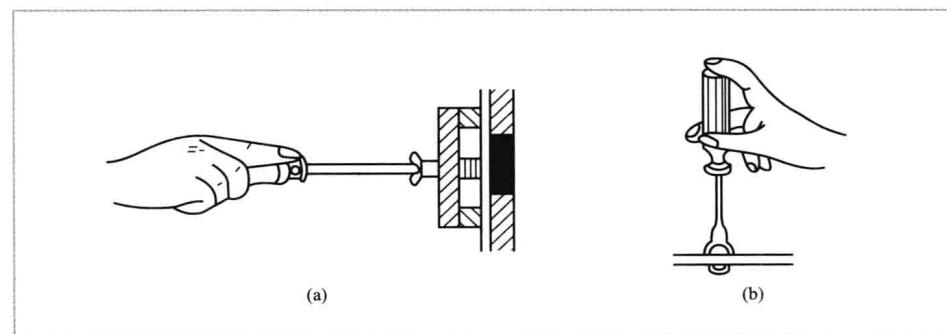

图 1-3 螺丝刀的使用
- (1) 在旋转大螺钉时使用大螺丝刀，用大拇指、食指和中指握住手柄，手掌要顶住手柄的末端，以防螺丝刀转动时滑脱，如图 1-3 (a) 所示。
- (2) 在旋转小螺钉时，用拇指和中指握住手柄，而用食指顶住手柄的末端，如图 1-3 (b) 所示。